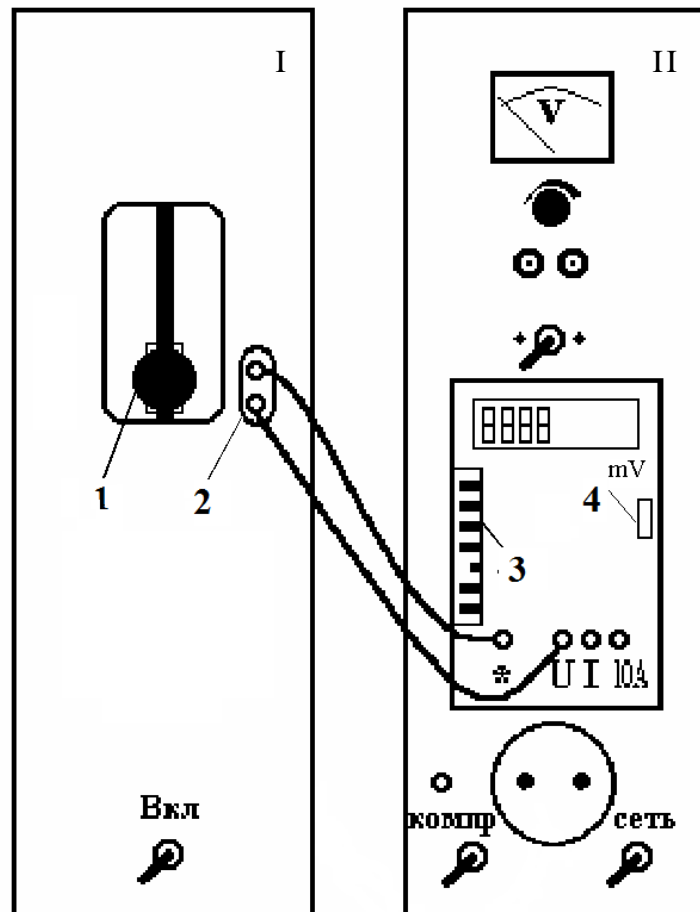

Рис. 7.2. Блок-схема установки
Конструктивно установка (рис. 7.2) состоит из модуля стенда I и измерительного модуля II, размещенных в унифицированных корпусах.
**3.3.1.** Опустите ампулу с оловом в печь, для чего отверните на пол-оборота винт 1 (рис. 7.2) и опустите ползун вниз по штанге до упора.
**3.3.2.** Соедините проводами гнезда 2 (рис. 7.2) модуля стенда и гнезда «\*» и «U» мультиметра измерительного стенда, затем нажмите третью снизу кнопку левого вертикального ряда кнопок мультиметра 3, все остальные кнопки должны быть отжаты.